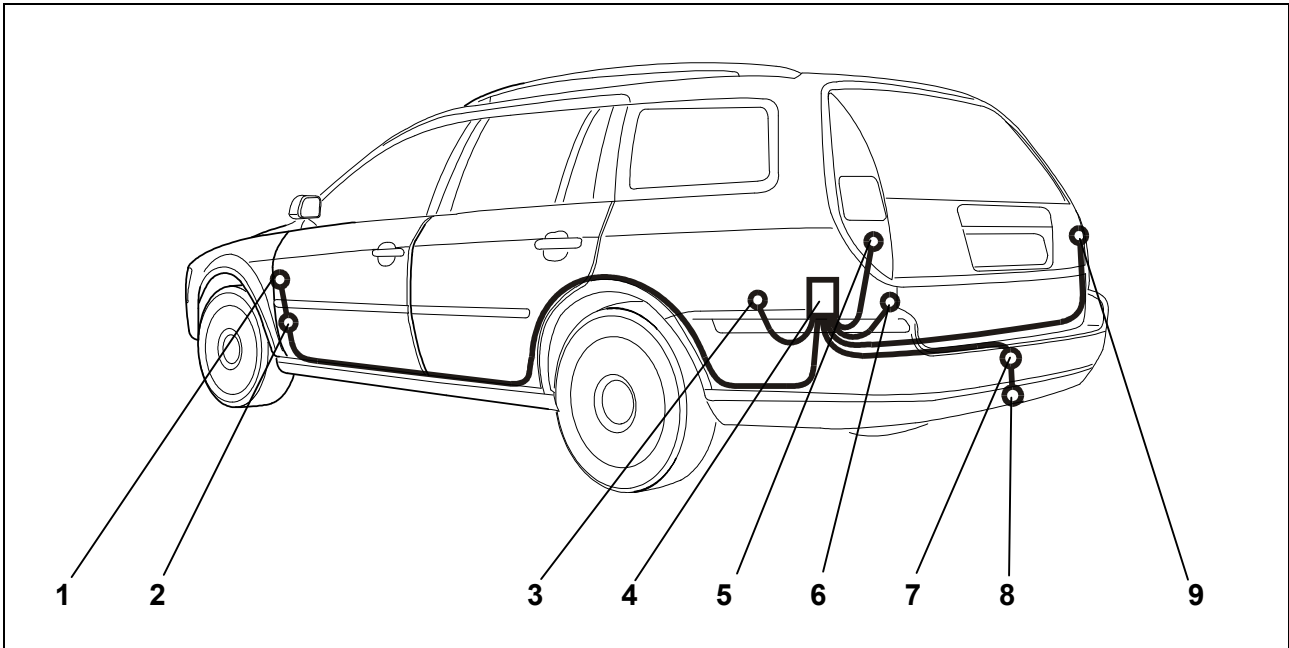

Abb. 1: Einbauübersicht
4. An geeigneter Stelle ein Loch  $\varnothing$  19 mm für die Kabel-Durchführung (Abb. 1/7) einbringen:
6. Das Leitungsende durch die fahrzeugseitige Durchführung (Abb. 1/7), ausgehend vom Kofferraum, nach außen zum Steckdosenhalteblech (Abb. 1/8) verlegen.
7. Die Gummitülle in die Kabel-Durchführung (Abb. 1/7) einsetzen.
9. Den Leitungsstrang gemäß der *Steckdosenbelegung* am Steckdosengehäuse (Abb. 1/8) anschließen und die Gummidichtung an die Steckdose heranschieben.